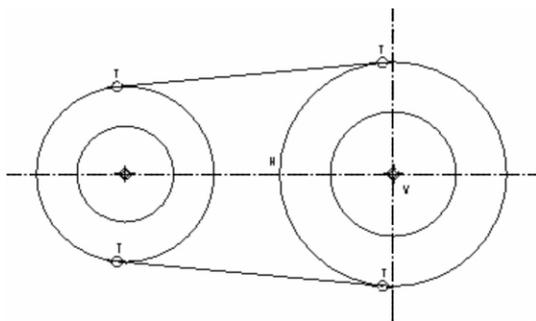

图 1-9 草绘切线
- (1) 单击草绘器工具栏中图标 。
- (2) 单击与直线相切的左侧外圆，即确定直线的起点。
- (3) 单击与直线相切的中心外圆，即确定直线的终点，如图 1-9 所示。